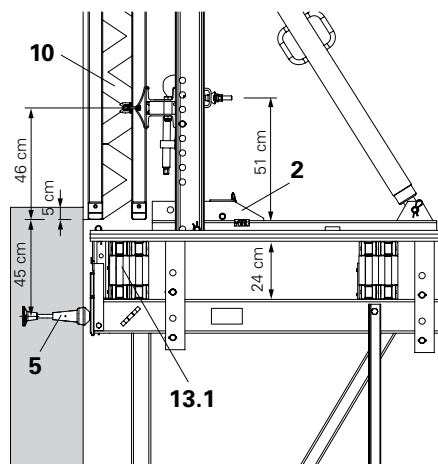

Fig. C1.09.1
A seconda dell'altezza della trave impalcato (13.1) posizionare il carrello (2) più in alto o più in basso. (Fig. C1.09.1 + C1.09.2)